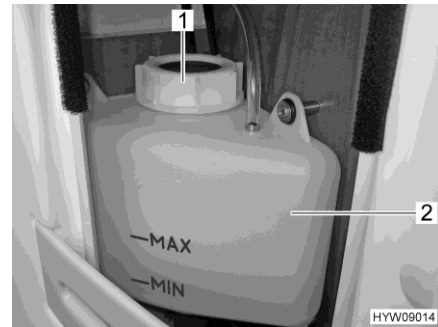

Fig. 179 Marca "MIN/MAX"
- Comprobar si en el recipiente de compensación (Fig. 179,2) el líquido está entre las marcas "MIN" y "MAX".
- Abrir la tapa giratoria (Fig. 179,1) del recipiente de compensación.